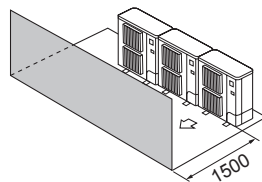

Fig. 2-14
- ③ Alleen obstakels aan de voorzijde (Fig. 2-14)